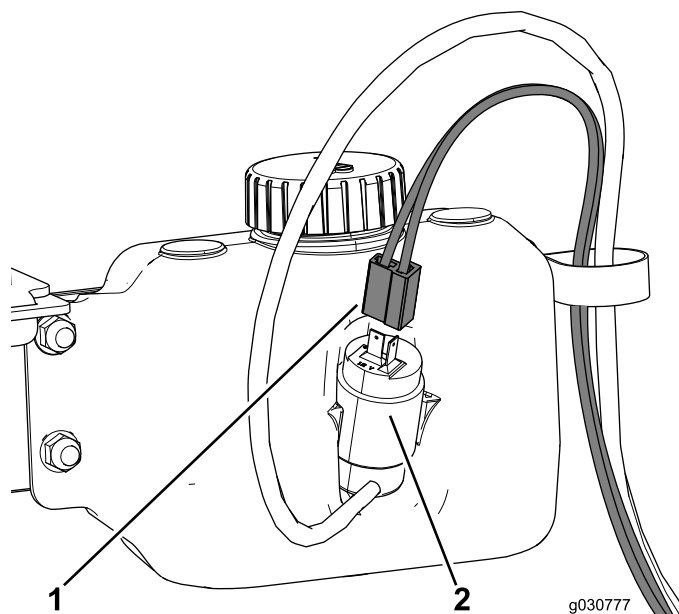

Figura 48
4. Encaminhe a cablagem da garrafa lavadora através do grampo em R e ligue-o à garrafa (Figura 48).